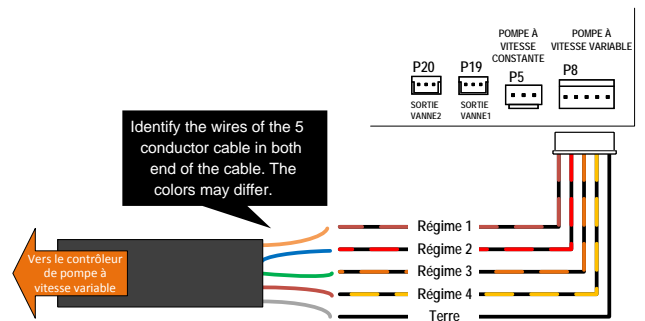

Figure 140. Câblage du câble à 5 conducteurs
2. À l'intérieur du boîtier de commande de l'appareil, utilisez l'adaptateur de faisceau étiqueté « Pump speed selector » (Sélecteur de vitesse de pompe) présent dans la pochette d'accessoires pour connecter le câble à 5 conducteurs à la borne de la carte de contrôle étiquetée « VAR PUMP » [P8]. L'adaptateur peut fournir 4 sorties numériques à 12 VCC et un signal de masse. Veillez à identifier les fils aux deux extrémités du câble à 5 conducteurs. Consultez la Figure 140 pour plus d'informations.